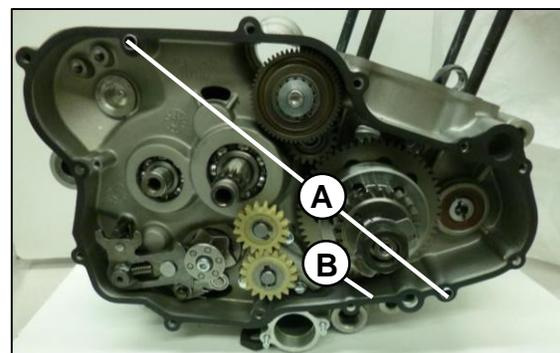

Fig. 12
Remueva las guías (A) y su empaque (B). **Fig. 12**